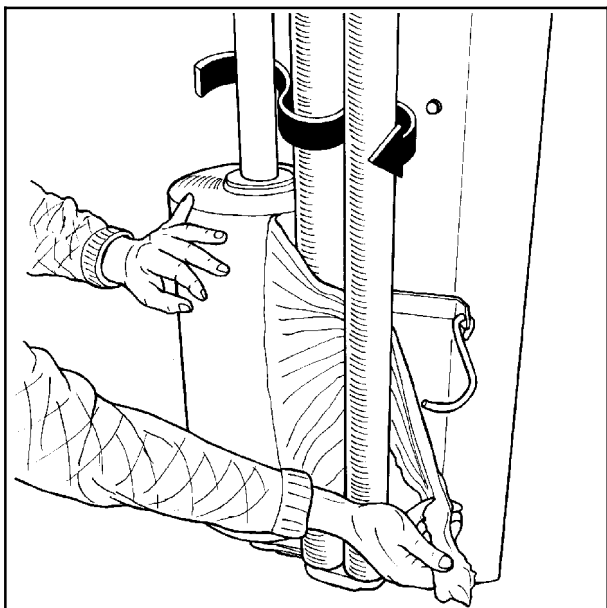

Fig. 5-2
- 5.3 Tre plasten mellom rullene på forstrekkeren etter pilens retning. (Se fig. 5-2).